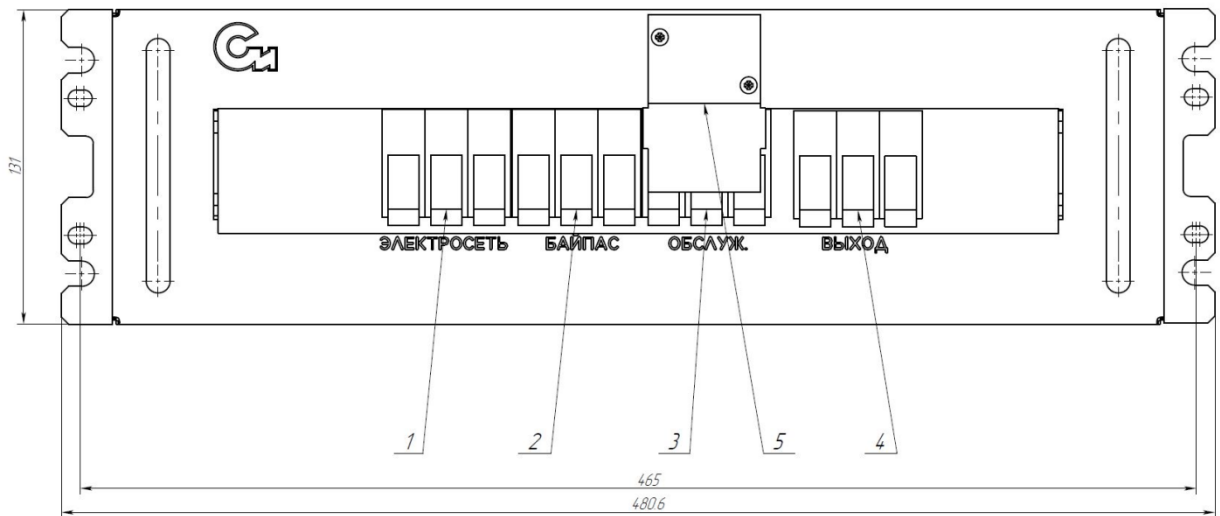
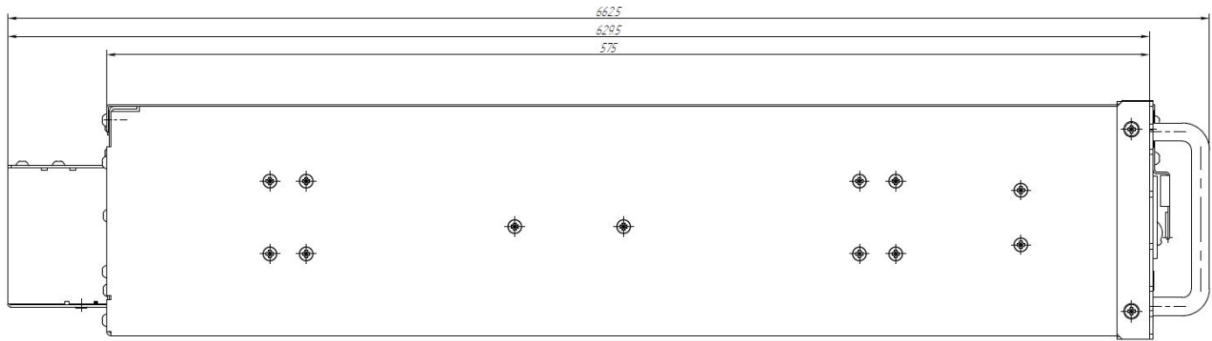

Рис. 1.
Рисунок 3.
- 2.7 Общий вид и габаритные размеры ББ приведен на рис.1 – рис.3
5.1 Конструктивно ББ выполнен в виде съемного блока (крейта) прямоугольной формы с присоединительными и установочными размерами, соответствующими ГОСТ 28601-90. Общий вид и габариты ББ приведены на рис.1.